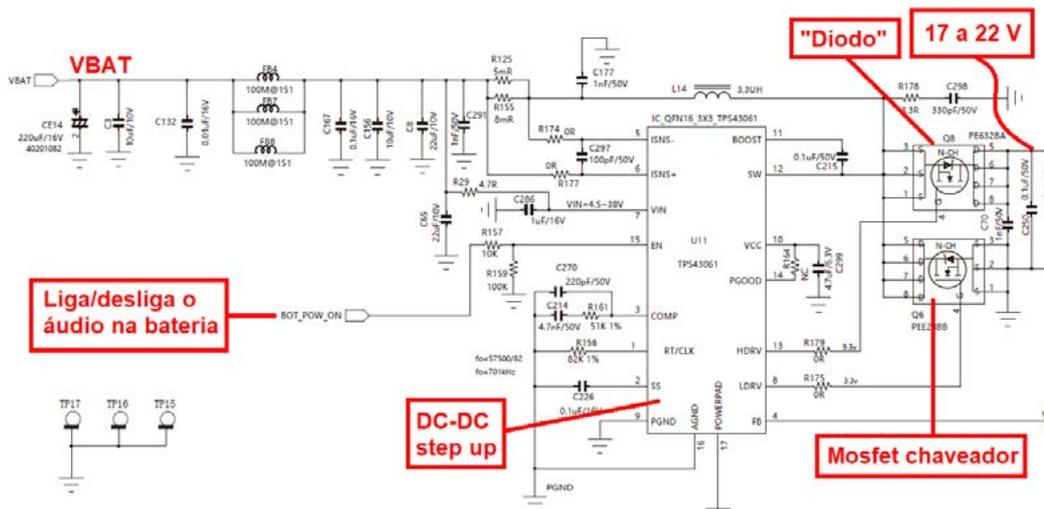

Figura 6
**ALIMENTAÇÃO DOS CIS DE SAÍDA DE ÁUDIO ATRAVÉS DA BATERIA (FIGURA 6)**